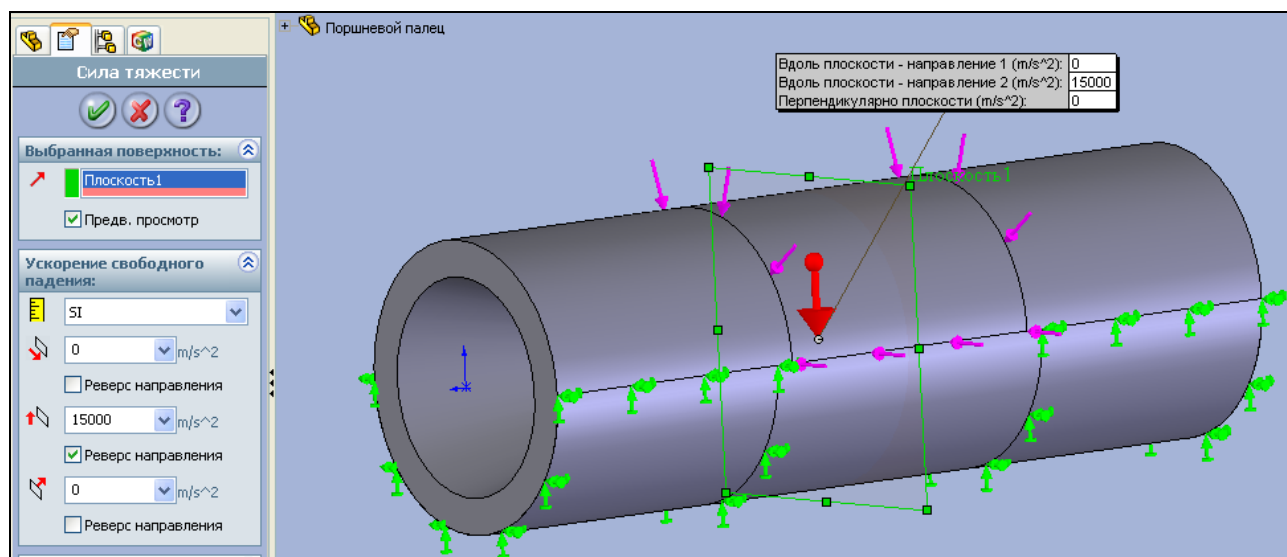

Рис. 5.9. Задание инерционной нагрузки
6. Теперь зададим инерционную нагрузку на поршневой палец. Для этого нажмите на кнопку  — **Сила тяжести** в панели инструментов **COSMOSWorks – Нагрузки** или пройдите путь в главном меню **COSMOSWorks | Нагрузки/Ограничение | Сила тяжести**. Откроется диалоговое окно **Сила тяжести**, показанное на рис. 5.9.
Сначала нужно задать направление инерционной нагрузки. Для этого щелкните мышью в области  — **Грань, Кромка, Плоскость для направления** и затем укажите построенную ранее плоскость по середине поршневого пальца (**Плоскость1**). Сила инерции поршневого пальца направлена вдоль его оси цилиндра в противоположную сторону от действующего на поршень ускорения. Теперь задайте величину ускорения поршня в области  — **Вдоль плоскости**, например, 15000 м/с² (эту величину необходимо взять из кинематического расчета КШМ). Следует задавать максимальное ускорение, действующее на поршневой палец (это же ускорение действует и на поршень). Чтобы сменить направление действия ускорения, установите флажок у параметра **Реверс направления** (см. рис. 5.9). После задания всех параметров нажмите кнопку  **ОК**. Обозначением инерционной нагрузки является большая красная стрелка, указывающая направление действия ускорения.